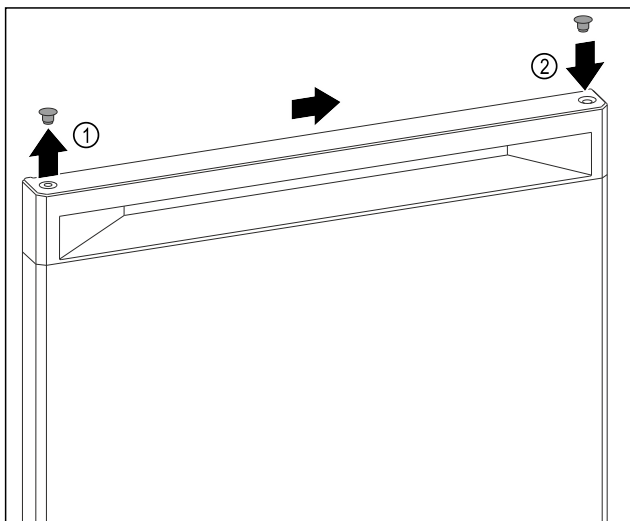

Fig. 7
- ▶ Осторожно поднимите заглушку в верхней части двери Fig. 7 (1) при помощи шлицевой отвертки.
- ▶ Установите заглушку на противоположной стороне. Fig. 7 (2)